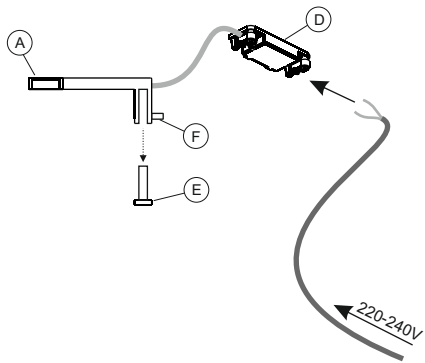

Fig 3
INSTALLATION ON THE MIRROR (Fig. 3, 4, 5):
- Loosen the dowels (F) and remove the bracket (E) (Fig.3).
INSTALLATION AUF DEM SPIEGEL (Abb. 3, 4, 5):
- Lösen Sie die Madenschrauben (F) und entfernen Sie die Halterung (E) (Abb.3).
INSTALLATION SUR LE MIROIR (Fig.3, 4, 5):
- Desserrez les chevilles (F) et retirez le support (E) (Fig.3).